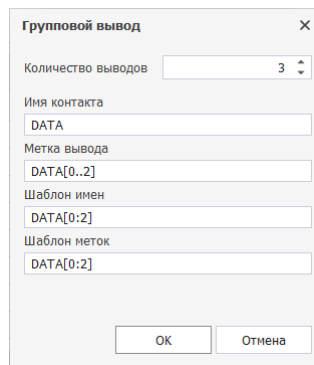

Рис. 224 Окно «Групповой вывод»
2. Настроить параметры размещаемого группового вывода, см. Рис. 224.